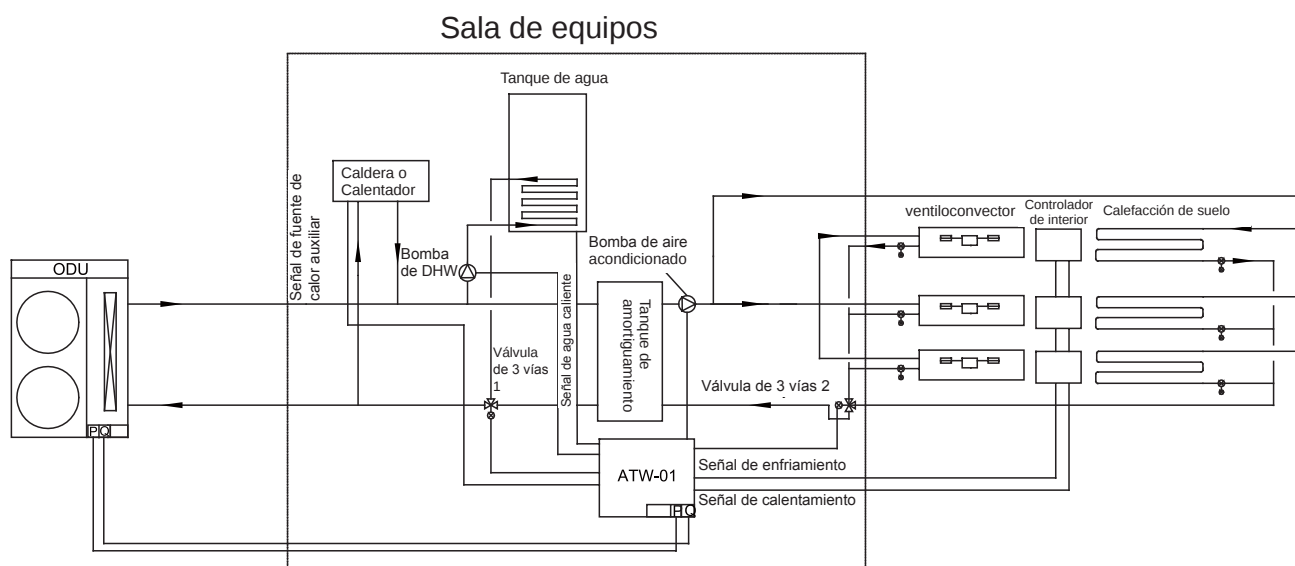

Figura.4 DWH controlado por el controlador del usuario
- El usuario ajusta encendido/ apagado a CN22 cuando se configura el BM1-1 del PCB exterior en Encendido (Figura.4).